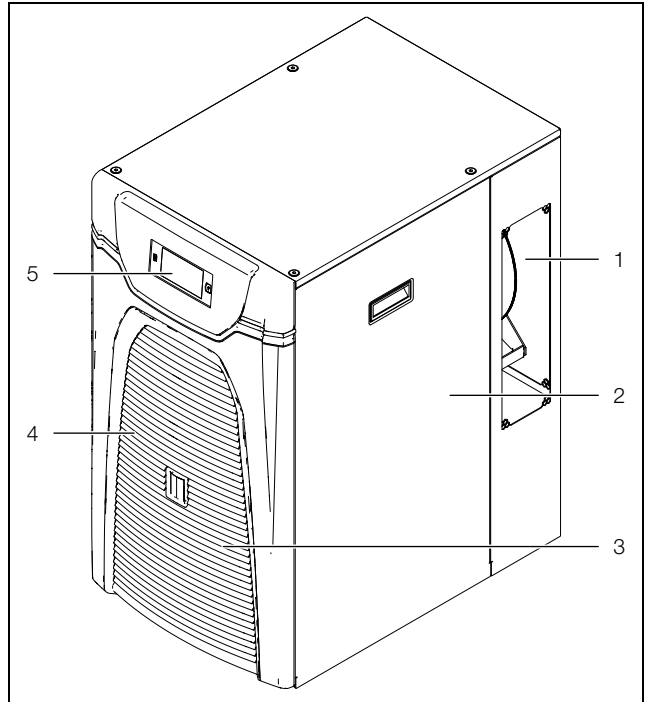
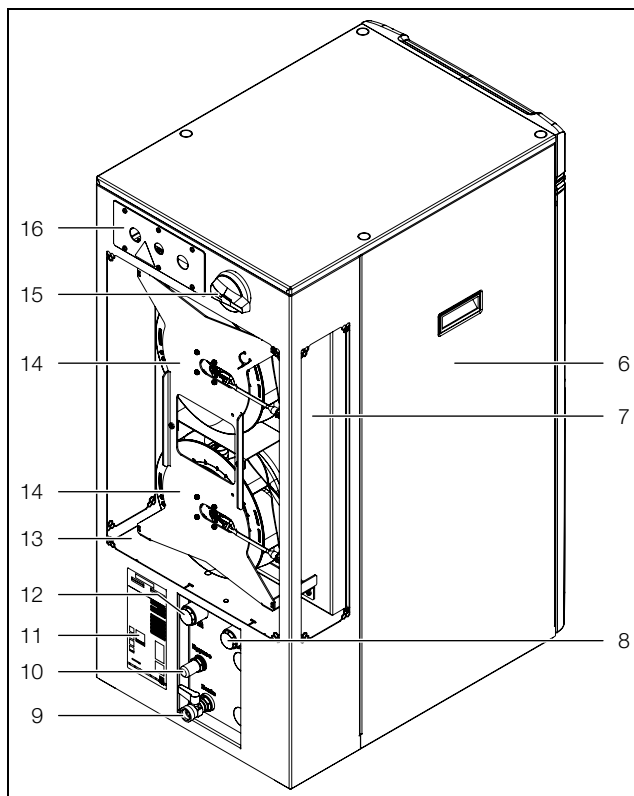

Imagen 1: Vista frontal (3319100, 3320200 y 3334300)
Imagen 6: Vista posterior (3334450)
**Leyenda imagen 1 a imagen 6**